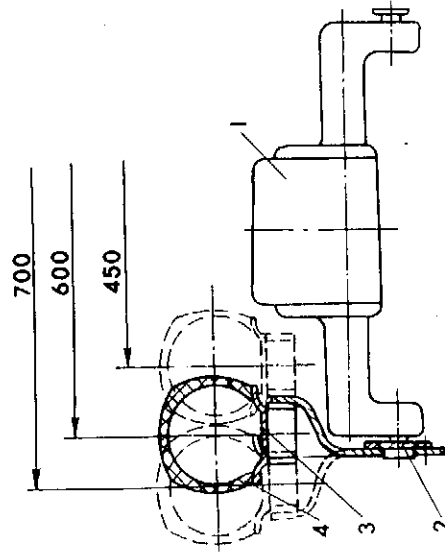

Рис. 29. Схема регулировки колеи мотоблока:
Колея мотоблока может изменяться в пределах 450, 600 и 700 мм. Схема регулировки приведена на рис. 29. Изменение колеи производится перестановкой колес и их дисков. Для изменения колеи с 600 мм на 450 необходимо выполнить следующие:
- 2) отвернуть гайки болтов 7 (рис. 12), вынуть болты, повернуть колесо 3 так, чтобы его можно было передвинуть в сторону корпуса трансмиссии и закрепить в положении, указанном на рис. 29. Перестановка второго колеса аналогична.
Из первоначального положения (колея 600 мм) можно получить колею 700 мм, перевернув колесо с диском на 180°. Для этого достаточно отвернуть четыре болта 10 (рис. 12), снять колесо 8, повернуть его на 180° и закрепить болтами правое колесо на место левого, а левое — на место правого (рис. 29).